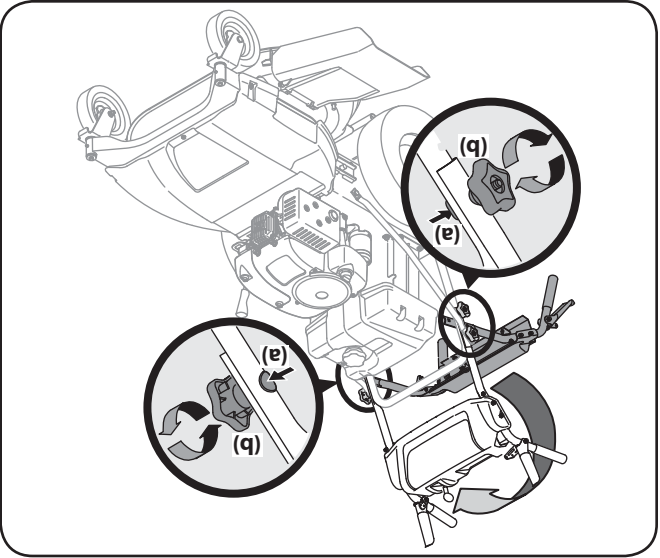

Figure 3-4
2. Faites pivoter la poignée supérieure à la position de fonctionnement. Prenez garde de ne pas coincer ou endommager les câbles. Voir Figure 3-4.
4. Serrez les boutons étoile et les boulons de carrosserie supérieurs et inférieurs pour fixer la poignée supérieure à la poignée inférieure. Voir Figure 3-4.